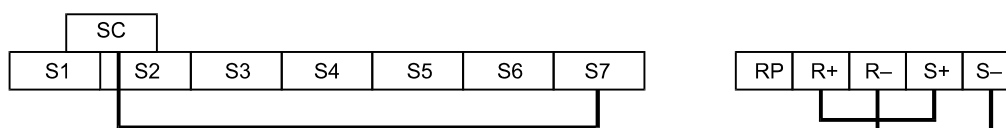

Fig. 6.54 Cableado de los terminales de comunicaciones para el autodiagnóstico
3. Realice el cableado según la Fig. 6.54.